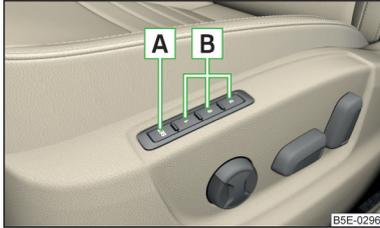

Abb. 71
Die Memory-Funktion für den Fahrersitz bietet die Möglichkeit, die Fahrersitz- und Außenspiegelposition zu speichern. Jeder der drei Speichertasten **B** » Abb. 71 kann eine Einstellposition zugeordnet werden.
- › Die Taste **SET** **A** » Abb. 71 drücken.
- › Die gewünschte Speichertaste **B** » Abb. 71 drücken.
- › **Kurz** die gewünschte Speichertaste **B** » Abb. 71 bei ausgeschalteter Zündung und geöffneter Fahrertür drücken.
- › Eine beliebige Speichertaste **B** » Abb. 71 auf Seite 93 drücken und gedrückt halten. Nachdem der Sitz die unter der betreffenden Taste gespeicherte Position eingenommen hat, gleichzeitig die Taste **Ⓜ** auf dem Funkschlüssel innerhalb von 10 Sekunden drücken.
- › Die **SET**-Taste **A** » Abb. 71 auf Seite 93 drücken und gedrückt halten. Gleichzeitig die Taste **Ⓜ** auf dem Funkschlüssel innerhalb von 10 Sekunden drücken.